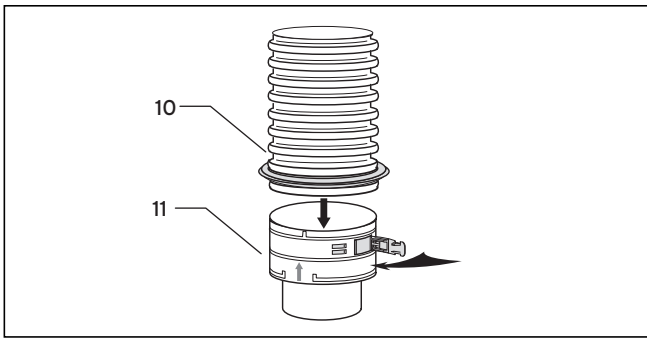

Abb. 5.34 Einsteckelement mit flexibler Abgasleitung
- Gehen Sie wie bei der Montage des Einsteckelements vor (siehe Abbildung 5.34).